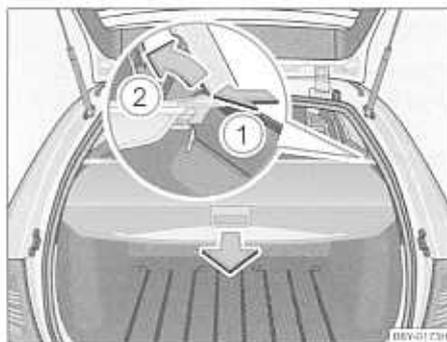

Fig. 56 Maletero:
- Tire de la cubierta del maletero en el sentido de la flecha ⇒ fig. 56.
- Para transportar equipaje voluminoso se puede desmontar la cubierta del maletero. Inserte la pieza deslizable, desde el lado, en el sentido de la flecha ① y saque la cubierta del maletero en el sentido de la flecha ②.
Si quiere utilizar todo el espacio del maletero, puede desmontar la cubierta del mismo ⇒ página 77, fig. 56.